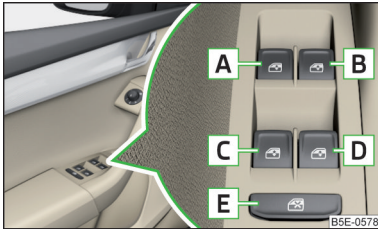

Abb. 62
**Tasten der Fensterheber** » Abb. 62
- Nach dem Öffnen der Fahrer- oder Beifahrertür ist die Bedienung der Fenster nur über die Taste **A** » Abb. 62 möglich, indem diese für 2 s gehalten bzw. gezogen wird.
- › **oder:** Die Zündung ausschalten, die Fahrertür öffnen und die Taste **A** bis zum Anschlag in der Öffnungsstellung halten » **Abb. 62 auf Seite 72.**
- › **oder:** Die Zündung ausschalten, die Fahrertür öffnen und die Taste **A** bis zum Anschlag in der Schließstellung halten » **Abb. 62 auf Seite 72.**